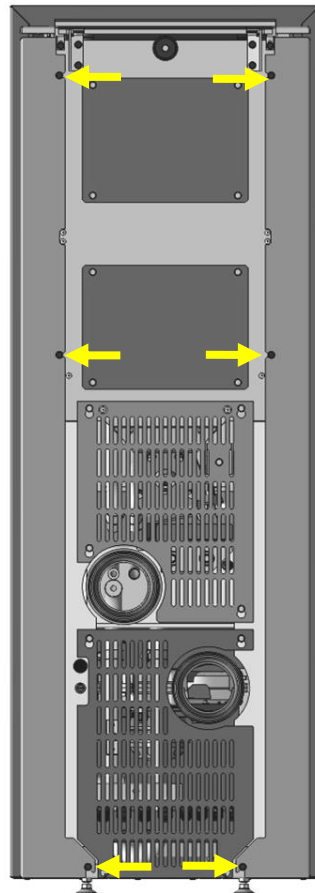

Abb. 9: Schrauben hinten
3. Auf der Rückseite die 6 Schrauben lösen (Abb. 9).